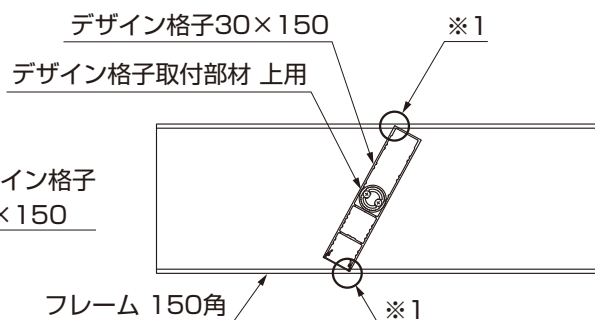

図8-6
- デザイン格子は回転させて取付ける事が可能ですが、※1の箇所がフレームから飛び出さないように取付けてください。(図8-6参照)
- ②デザイン格子取付部材 上用にデザイン格子30×150を【37-1】で取付けてください。
③デザイン格子30×150にデザイン格子カバーをはめ込んでください。